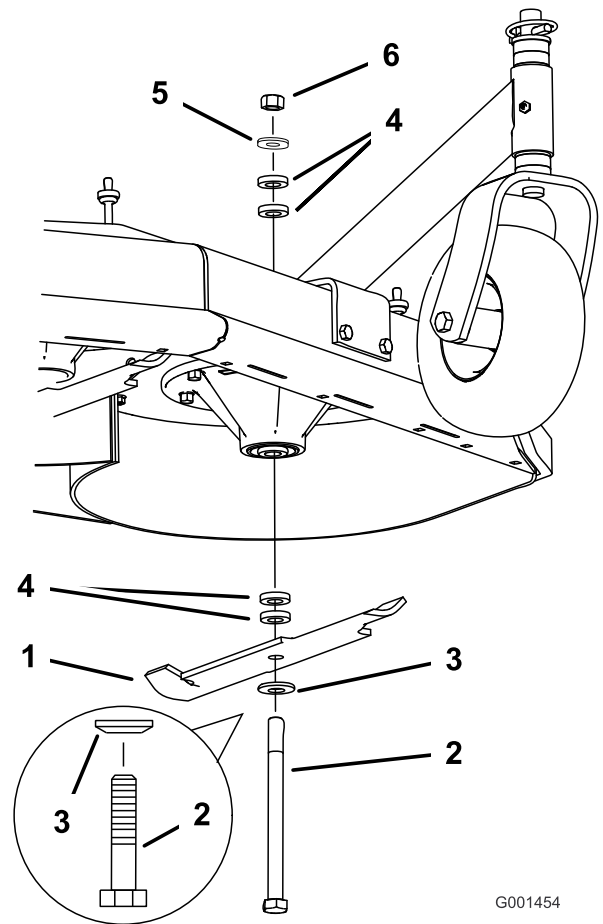
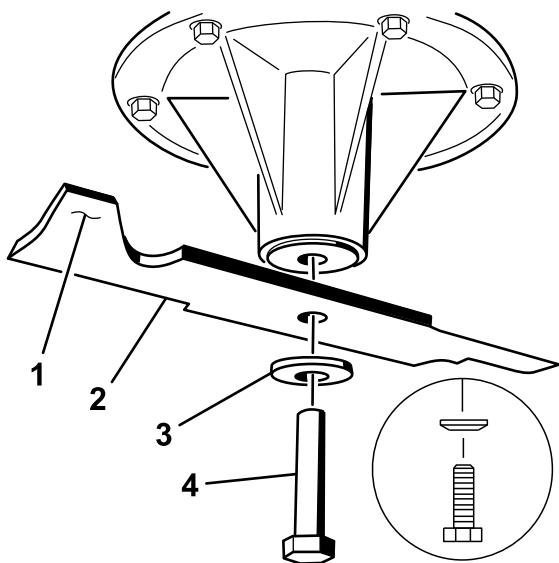

Figure 6
Figure 7
Important: La partie relevée de la lame doit être face à l'intérieur du plateau de coupe (Figure 6).
2. Montez les lames neuves sur les axes avec les rondelles et les boulons retirés précédemment (Figure 6 ou Figure 7).
3. Pour les tondeuses à plateau fixe seulement, serrez le boulon de lame à un couple de 101 à 108 Nm (Figure 6).
4. Pour les tondeuses GrandStand et les tondeuses à plateau flottant, serrez le boulon de lame à un couple de 115 à 150 Nm (Figure 7).
6. Serrez tous les écrous et boulons des déflecteurs (Figure 6).